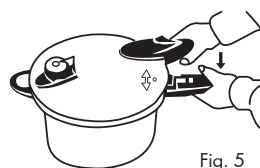

Fig. 5
2. Pressionar ligeiramente a tampa e rodá-la no sentido dos ponteiros do relógio até que as duas pegas fiquem niveladas uma com a outra (Fig. 5).